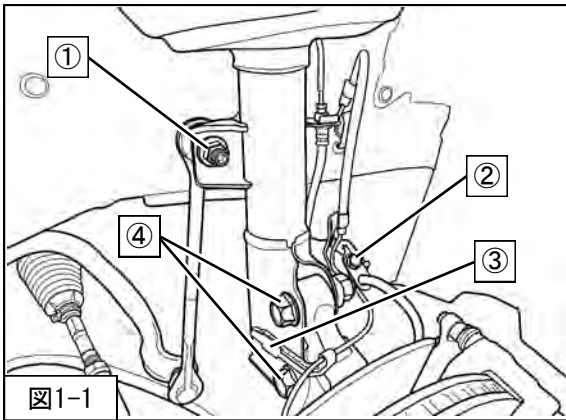

図1-1
3. ①スタビライザリンク取付ナット
②ブレーキホース・ABSセンサハーネス取付ボルト
③車輪速センサケーブル取付クリップ
④フロントサスペンションASSYロア取付ボルト・ナットを取外してください。（図1-1）